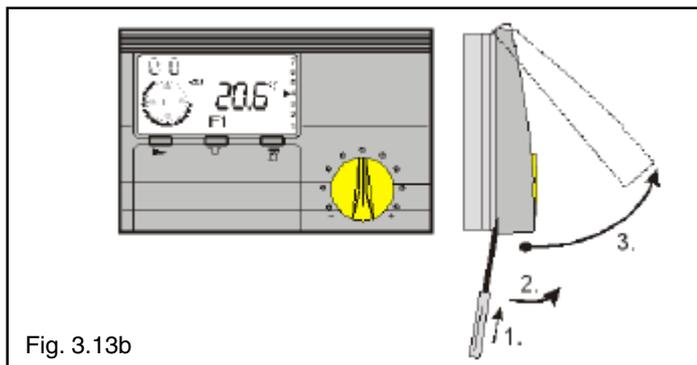

Fig. 3.13b
- separare il pannello comandi dal guscio inferiore premendo sulla parte inferiore, aiutandosi eventualmente con un cacciavite (fig. 3.13b)